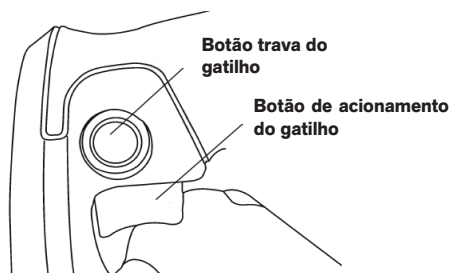

Figura 4
- Solte o botão de acionamento para desligar a ferramenta. (FIGURA 4)